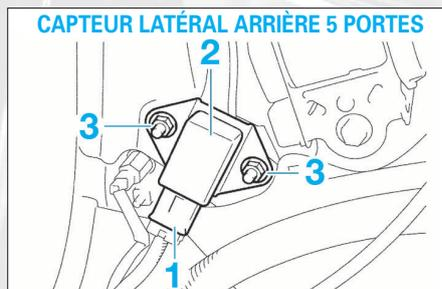

FIG. 13
- capteur arrière, déposer la garniture latérale de coffre (voir opération précédemment décrite au paragraphe "Dépose-repose d'un prétensionneur") (**fig. 13**).